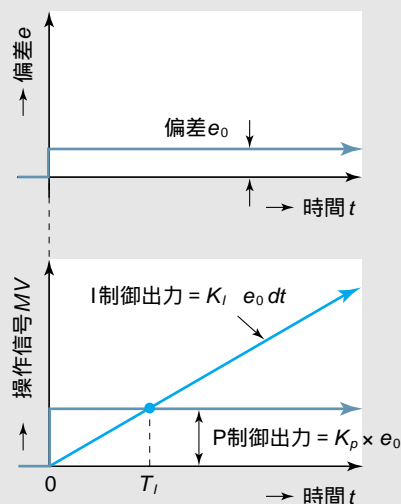

図2 P制御とI制御の強さの関係付け
(3)式の比例ゲイン K_P と積分ゲイン K_I の強さを関係付けるものとして、図2に示すように、ステップ状偏差が入ったときI制御出力がP制御出力と同じ値になるまでの時間を積分時間 T_I （Integral time）と定義しています。